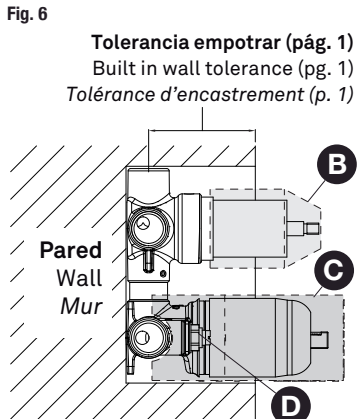

Fig. 6
2) Retire el grifo usado si lo tiene colocado. Realice la apertura de la pared lo suficientemente grande para tener acceso a las llaves de corte (D), tome como referencia las carcassas protectoras (B y C). Prepare la instalación de las tomas de agua teniendo en cuenta las tolerancias de empotrado (Fig. 6).
2) Remove old valve if any. Make a hole in the wall large enough to get access to the stop valves (D), use the plastic caps (B and C) as a reference. Prepare the connection of the water supply pipes taking into account the built in wall tolerance (Fig. 6).
2) Retirez le robinet utilisé s'il est installé. Agrandir l'ouverture du mur pour accéder aux vannes d'arrêt coupe (D), prenez comme référence les boîtiers de protection (B et C). Préparer l'installation des prises d'eau en tenant compte des tolérances de l'encastré (Fig. 6).